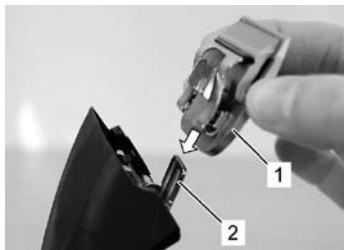

図.14
6. 好みのヘアカッターヘッドをブレードヒンジにはめ込み、装置がオンの状態でヘアカッターに軽く押し付けたたみこみます(図. 14～図. 16)。